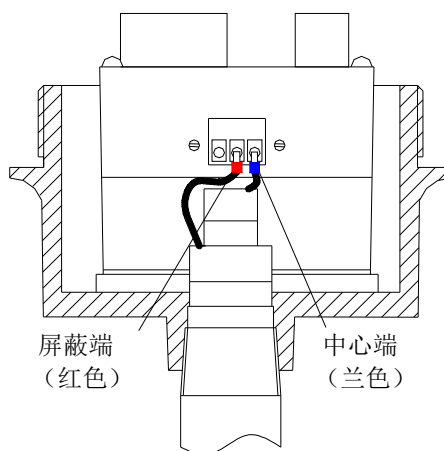

图 7.1 电子单元的检查
- 见图 7.1 电子单元的检查，断开传感器与电子单元的接线，将蓝色端及红色端分别从中心端及屏蔽端断开。但电源线不要断开。
- A. 断开传感器端屏蔽端(红色)及中心端(蓝色)，见图 7.1 电子单元的检查。